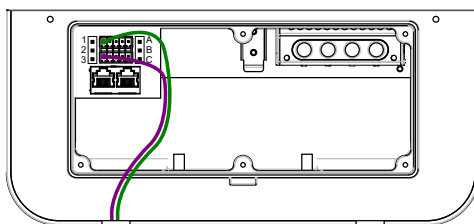

Fig. 6-7 Position des bornes Contact sans potentiel
4. Repérez les **deux bornes inutilisées** marquées + et - sur la carte électronique inférieure de la station de recharge pour véhicules électriques (voir fig. 6-7).